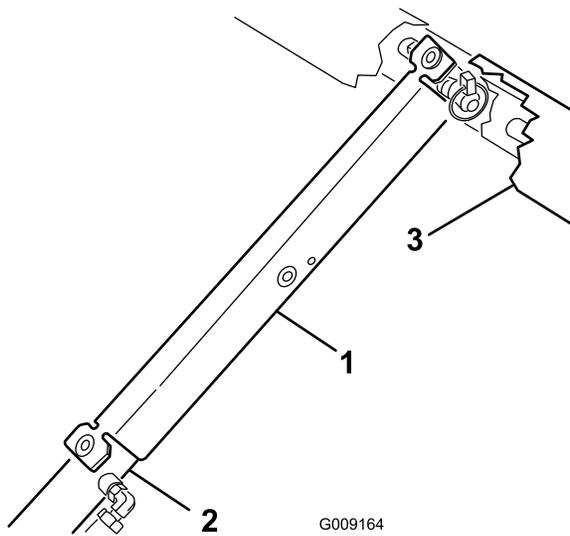

Figura 47
7. Introduza o apoio da plataforma na haste do cilindro, assegurando que as linguetas encostam à extremidade do cilindro e à extremidade da haste do cilindro (Figura 47).